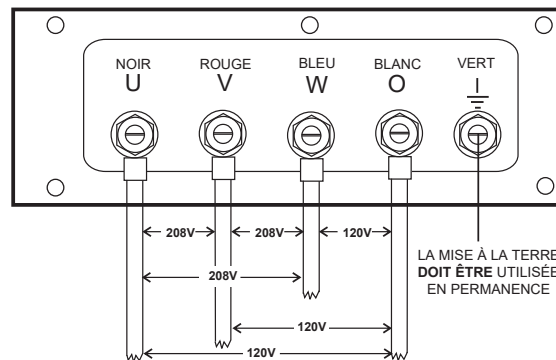

**Figure 12. Cosses UVWO
1. Connecter les fils de charge aux cosses de l'UVWO comme indiqué dans la Figure 12.